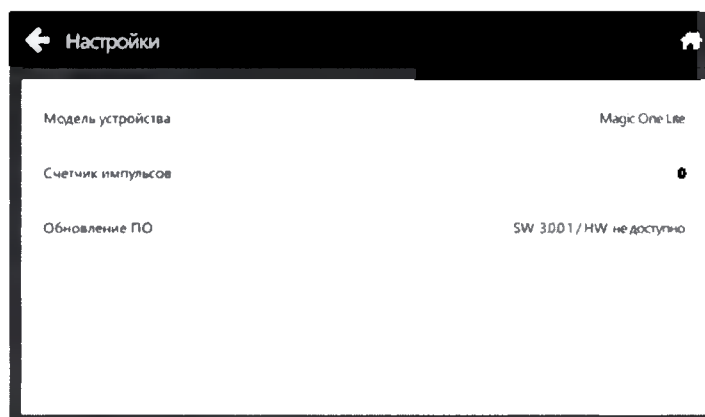

Рис. 3.106 – Пункт меню настроек «Обновление ПО»
3.16.4 Выберите пункт меню настроек «Обновление ПО» (рис. 3.106).